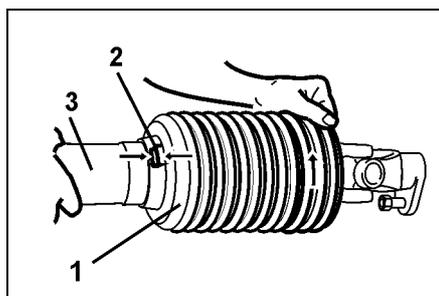

Fig. 36
2. Trichter (Fig. 36/1) in die Montageposition (Fig. 36/2) drehen.
3. Schutzhälfte (Fig. 36/3) abziehen.